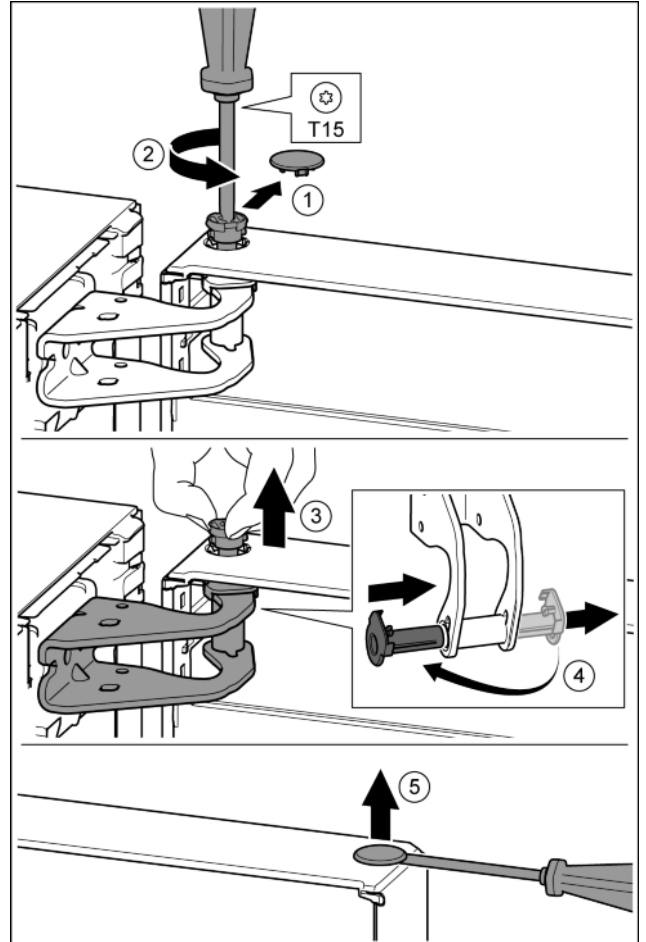

Fig. 11
- ▶ Sicherungsabdeckung vorsichtig abziehen. Fig. 11 (1)
- ▶ Bolzen mit Schraubendreher T15 ein Stück herausdrehen. Fig. 11 (2)
- ▶ Tür festhalten und Bolzen mit den Fingern herausziehen. Fig. 11 (3)
- ▶ Lagerbock aus Führung ziehen. Von der anderen Seite einsetzen und einrasten. Fig. 11 (4)
- ▶ Stopfen aus der Tür Lagerbock vorsichtig mit einem Schlitzschraubendreher anheben und herausziehen. Fig. 11 (5)